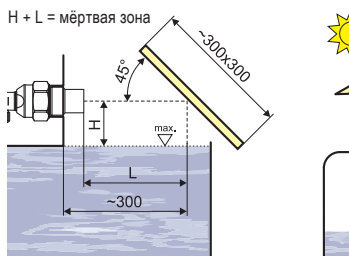

Рис. 10: Панель отражения
- Для уменьшения минимального удаления до измеряемой среды к измерителю уровня можно установить **отражающую панель** из прочного, ровного и гладкого материала (рис. 10). Этим способом можно заполнить резервуар практически до максимальной высоты. Решение рекомендуется для открытых резервуаров и ёмкостей.